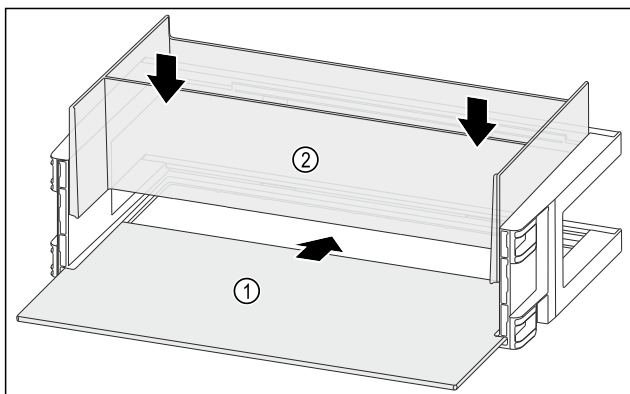

Fig. 116
- ▶ Draagplateau Fig. 116 (1) in de zijdelingse inkepingen schuiven.
- ▶ Organizer Fig. 116 (2) plaatsen.